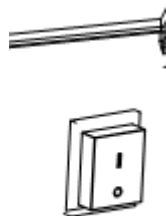

Fig. 2
- a) Posizionare l'interruttore su on e controllare che il ventilatore si avvii correttamente. (Fig 2.)